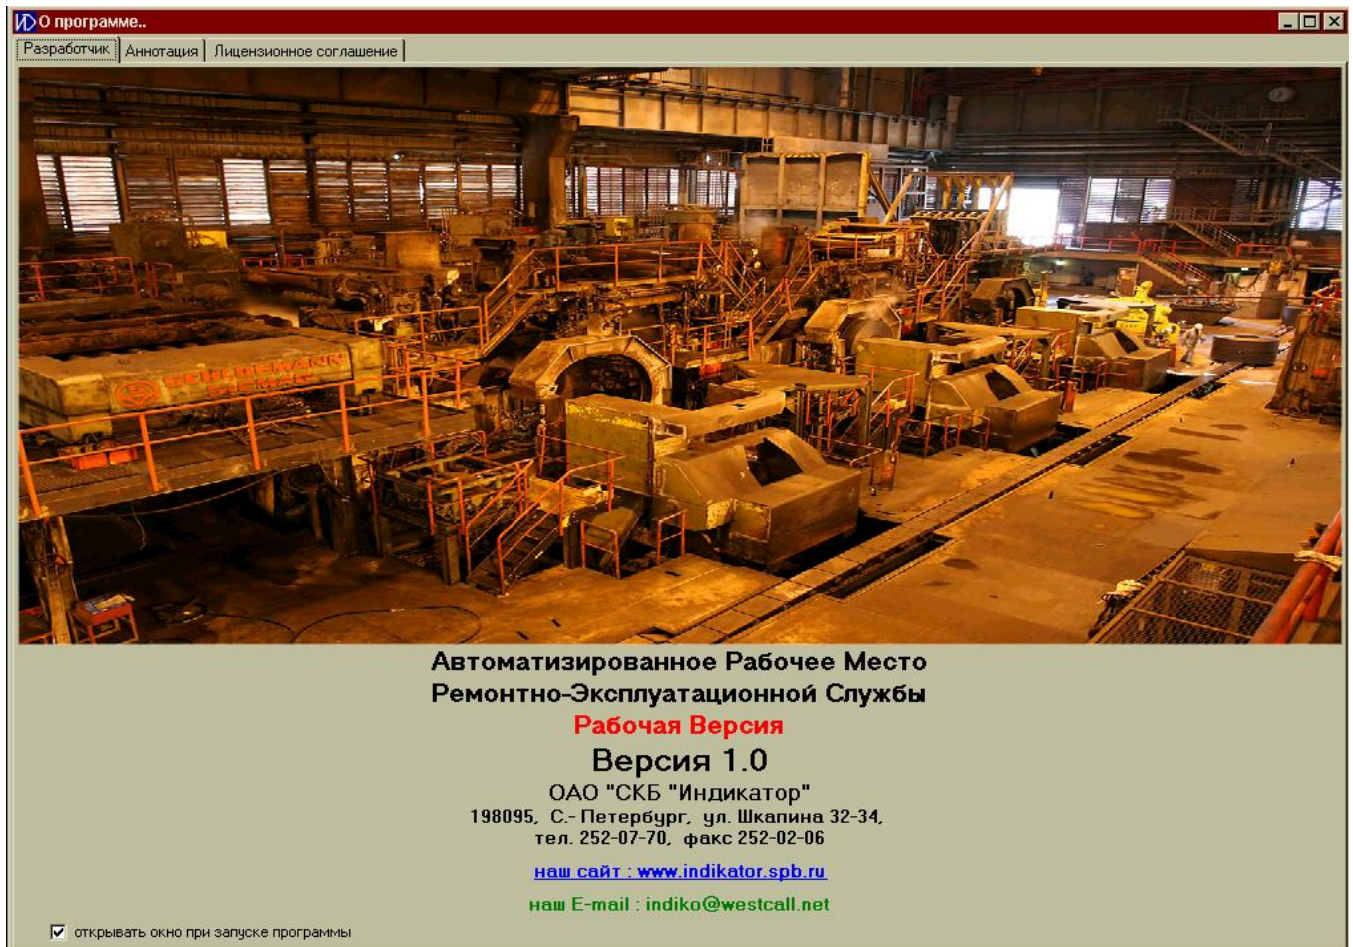

Рис.4.12.1.
4.12. Окно «О программе» (Рис.4.12.1.) отображает информацию о производителе программы, версию программы и позволяет: